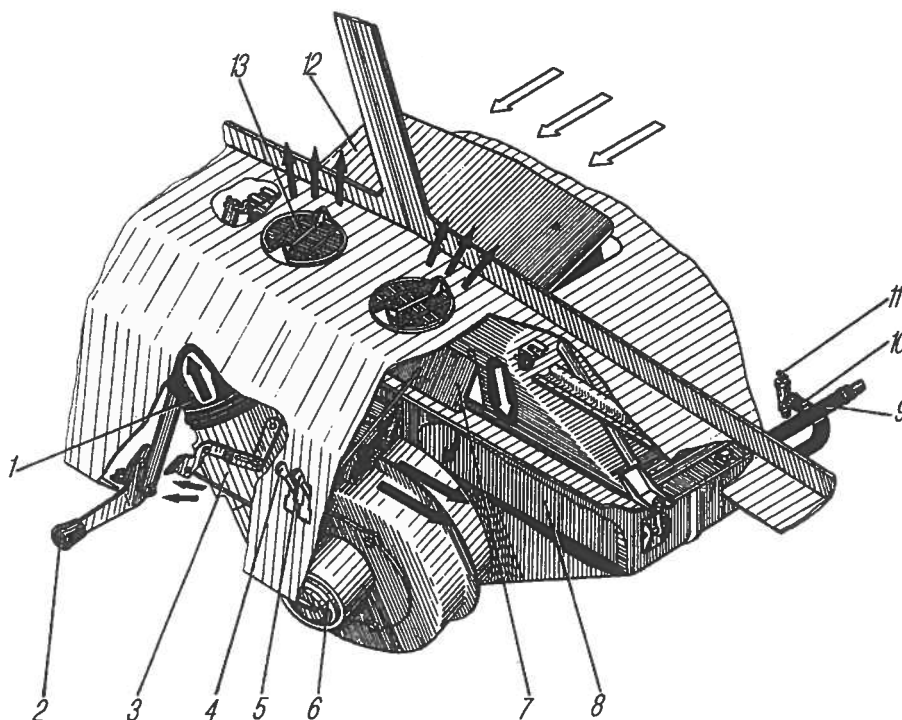

Рис. 94. Схема действия отопителя кабины и обдува ветрового стекла:
**Обогрев кабины.** Кабина обогревается воздухом, нагретым в отопителе, который включен в систему охлаждения двигателя. Поступление воздуха снаружи к радиатору отопителя регулируется с помощью крышки 12 (рис. 94) наружного люка и из кабины крышкой 7 внутреннего люка. При включенном вентиляторе отопителя нагретый воздух попадает в распределитель 3 воздухообогрева, откуда посредством управляемых заслонок распределяется по кабине.